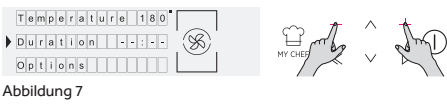

Abbildung 7
- Drücken Sie PLUS oder MINUS, um die gewünschte Temperatur für die ausgewählte Funktion auszuwählen. Drücken Sie OK, um weiterzumachen oder ZURÜCK, um zur Kochfunktionsauswahl zurückzukehren. (Abbildung 7)